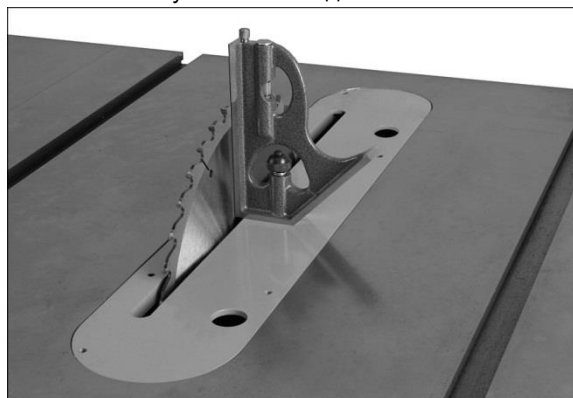

Рис. 17
4. Поместите поверочный угольник на столе против пильного диска и убедитесь, что диск под углом 90 градусов к столу, как показано на рис. 17. Убедитесь, что торец угольника не касается зуба пильного диска.